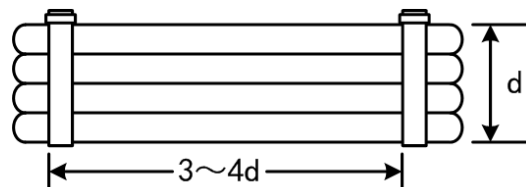

图6-3 扎带绑扎距离
3. 绑扎间距。如图6-3所示，线缆绑扎成束时，一般根据线缆的粗细程度来决定两根扎带之间的距离，扎带间距应为线缆束直径的3-4 倍。